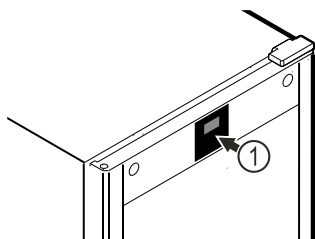

Fig. 52 Ενδεικτική απεικόνιση
Το θερμόμετρο είναι ήδη βαθμονομημένο από το εργοστάσιο (όφσεντ +6 Kelvin). Εάν η εσωτερική θερμοκρασία αποκλίνει από την ένδειξη θερμοκρασίας Fig. 52 (1), μπορείτε να βαθμονομήσετε το θερμόμετρο.